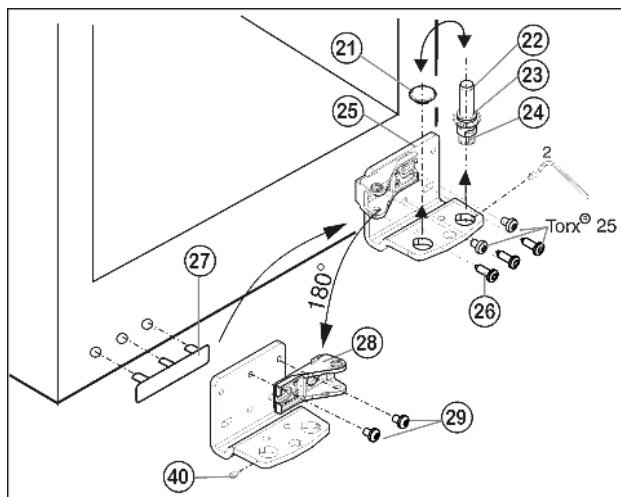

Fig. 7
- ▶ Závitový kolík Fig. 7 (40) vyšroubujte o zhruba 1 otáčku pomocí přiloženého imbusového klíče.
- ▶ Ložiskový čep Fig. 7 (22) včetně podložky Fig. 7 (23) a seřizovací nožky Fig. 7 (24) vyšroubujte nahoru.
- ▶ Zátku Fig. 7 (21) odstraňte.
- ▶ Stojan ložiska Fig. 7 (25) odšroubujte Fig. 7 (26).
- ▶ Závitový kolík Fig. 7 (40) kompletně vyšroubujte a zase našroubujte na protější straně do kozlíku ložiska, až vně lícuje s kozlíkem ložiska.
- ▶ Ložiskový díl Fig. 7 (28) odšroubujte a zase dotáhněte Fig. 7 (29) otočený o 180°.
- ▶ Zátku Fig. 7 (21) zase vložte do druhé díry.
- ▶ Krytku na straně madla Fig. 7 (27) opatrně vytáhněte a přemístěte na druhou stranu.
- ▶ Stojan ložiska Fig. 7 (25) na nové straně závěsu zase přišroubujte příp. pomocí akumulátorového šroubováku (momentem 4 Nm).
- ▶ Ložiskový čep Fig. 7 (22) včetně podložky a seřizovací nožky zase nasadíte.
- ▶ Kolík se závitem Fig. 7 (40) dotáhněte.
- ▶ Dveře nasadíte shora na spodní ložiskový čep Fig. 7 (22).
- ▶ Dveře případně pomocí obou podélných děr ve spodním stojanu ložiska Fig. 7 (25) vyrovnejte tak, aby lícovaly se skříní přístroje. Vyšroubujte prostřední šroub.